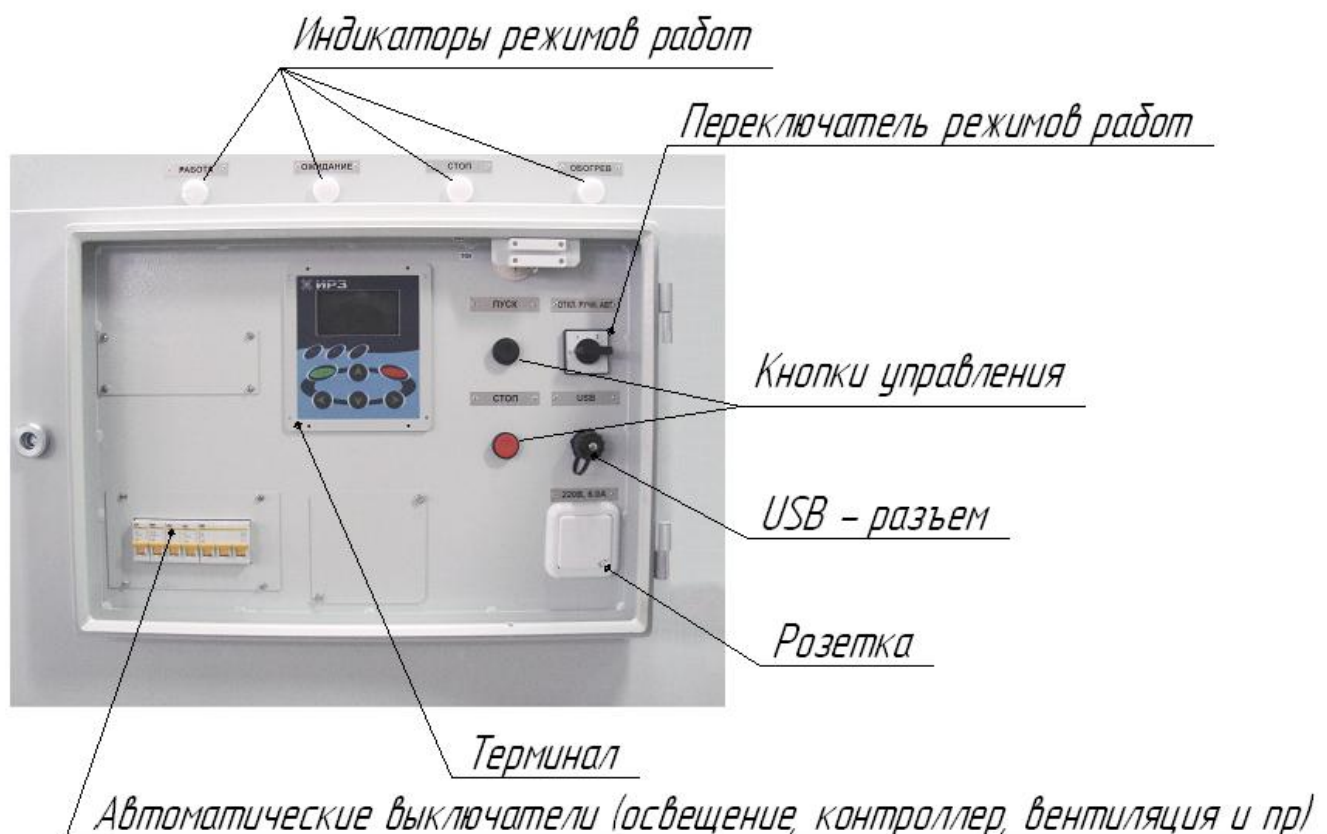

Рисунок 1.1 – Панель оператора станции управления ИРЗ-540 с открытой дверью
1.3.11.2 На лицевой стороне двери шкафа СУ расположены три единичных индикатора режимов работы: РАБОТА, ОЖИДАНИЕ, ОСТАНОВ, а также индикатор включения подогрева ПОДОГРЕВ (рис. 1.1). Индикаторы расположены над дверью панели оператора и видны при закрытой двери панели оператора. Индикаторы отображают текущий режим работы СУ.